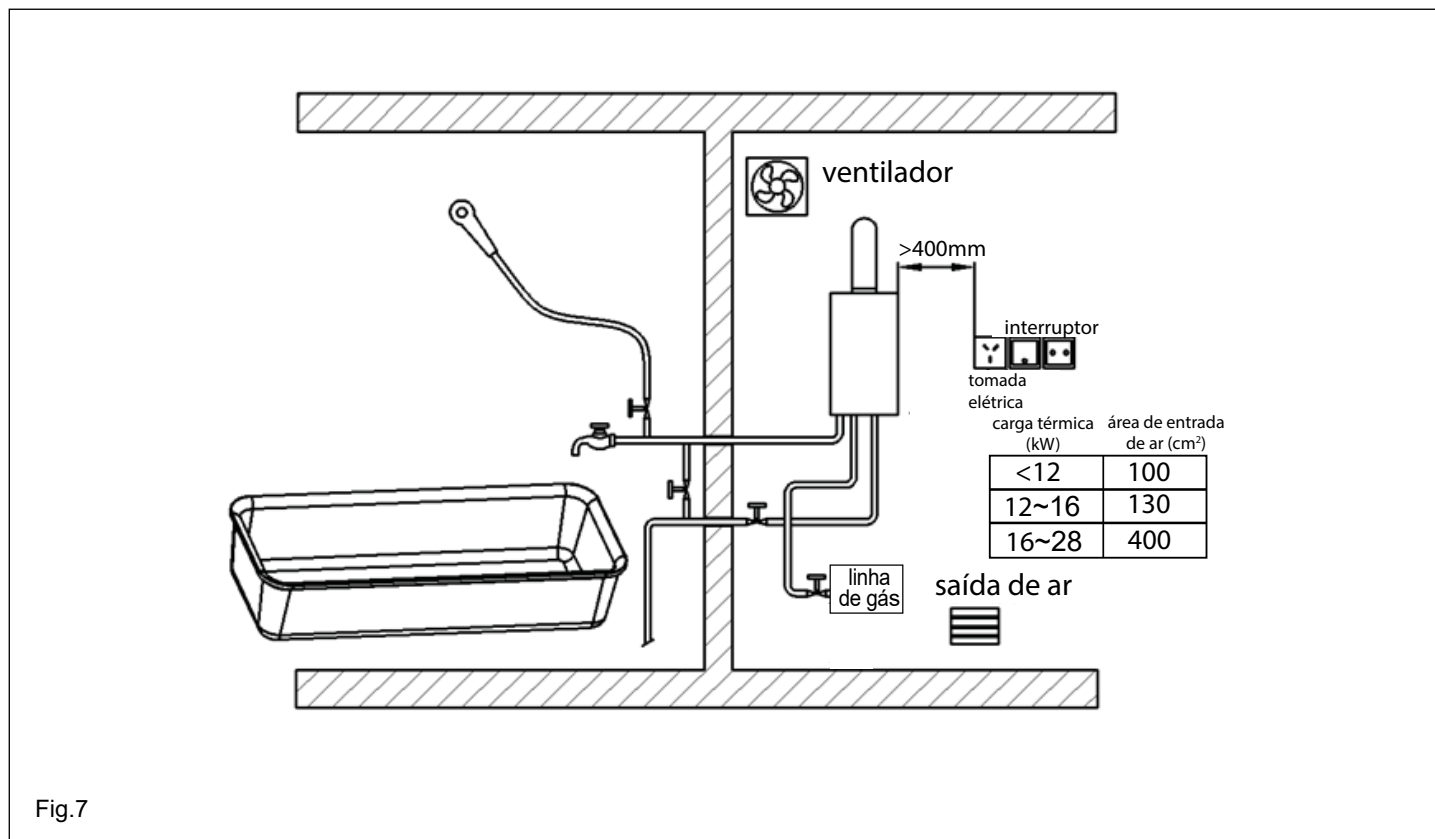

Fig.7
- Na parede deve ser feito um orifício de ventilação e um orifício de entrada de ar com ligação ao exterior e as dimensões do orifício não devem ser inferiores às indicadas na tabela da Fig.7. O ventilador, se existir, deve ser instalado por cima do aparelho e o nível do orifício de aspiração do ar deve ser inferior ao do aparelho. O aparelho deve ser posicionado a uma distância de pelo menos 400 mm dos interruptores elétricos (Fig.7) e não devem ser colocados cabos ou aparelhos elétricos por cima do aparelho.